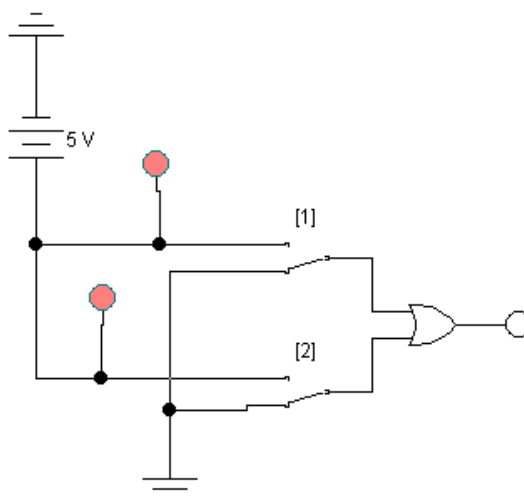

Рис. 40 – Дослідження логічної функції «АБО»
- а) Зберіть схему, наведену на (рис. 40). У цій схемі два двохпозиційних перемикача [1] і [2] подають на входи логічної схеми рівні 0 (контакт перемикача у нижньому положенні) або 1 (контакт перемикача у верхньому положенні).